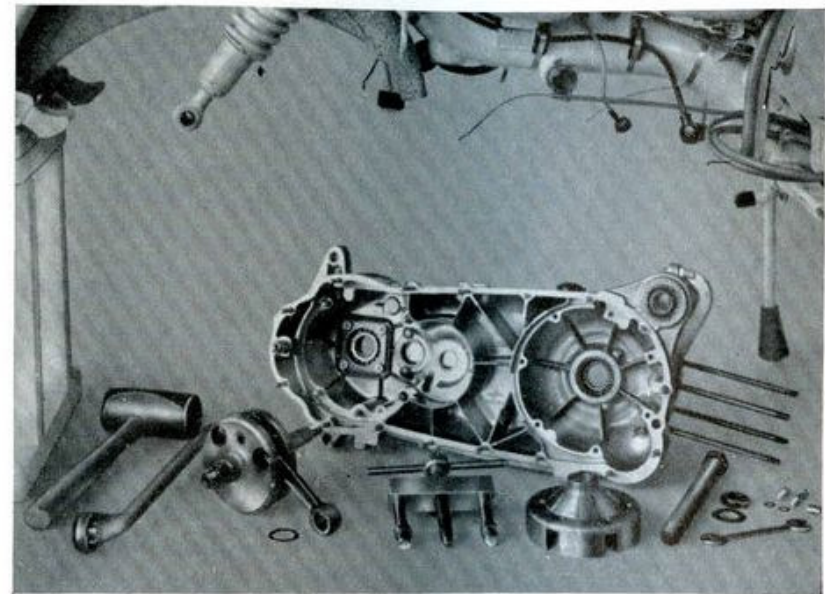

Fig. 22
- » 40 - Smontare il carter dal telaio: smontare il supporto per regolazione comando cambio svitando le 2 viti di fissaggio (chiave da 10), smontare il terminale dal filo comando frizione e sfilare il filo dal registro, raddrizzare la rosetta di sicurezza, o (secondo il tipo di fermo) togliere la coppiglia, svitare il dado (chiave da 27) e sfilare il perno di rotazione del motore. Vedi fig. 22.